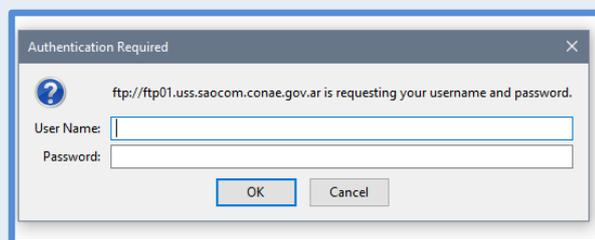

Figura 36: Acceso al enlace de descarga del producto ingresando con las credenciales recibidas por mail.
- Para acceder al enlace de descarga del producto solicitado, una vez recibida la notificación de publicación del mismo, seleccionar el ícono . Se abrirá una ventana de acceso, como muestra la Figura 36.